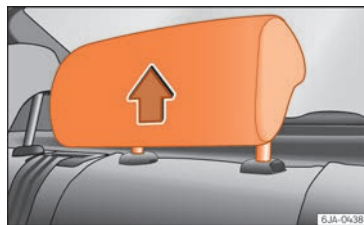

Fig. 75 Apoyacabezas en posición de uso.
- Tres posiciones **de uso** » **fig. 75.** En estas posiciones el apoyacabezas se comporta como un apoyacabezas convencional, protegiendo, junto con el cinturón de seguridad, a los ocupantes de las plazas posteriores.